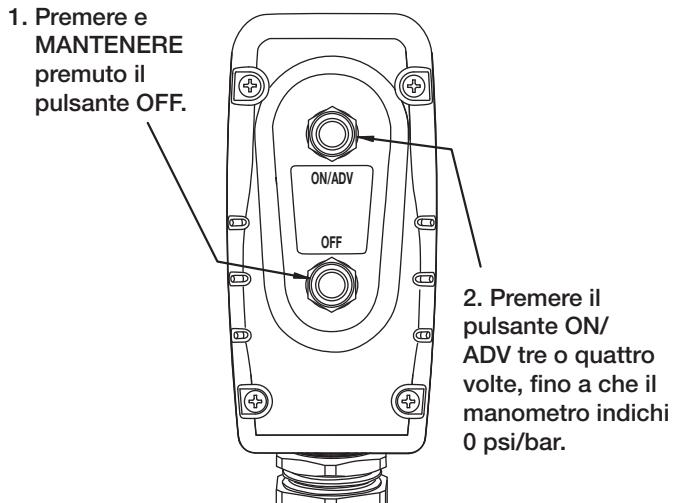

Figura 7, Rilascio della Pressione (usando i pulsanti della tastierina)
- Premere e mantenere premuto il pulsante "OFF". Vedere la Figura 7.
- Mentre si continua a mantenere premuto il pulsante "OFF", premere e rilasciare il pulsante tre o quattro volte, fino a che il manometro indichi pressione di zero (0) bar/psi. Ora si possono togliere i tubi flessibili.